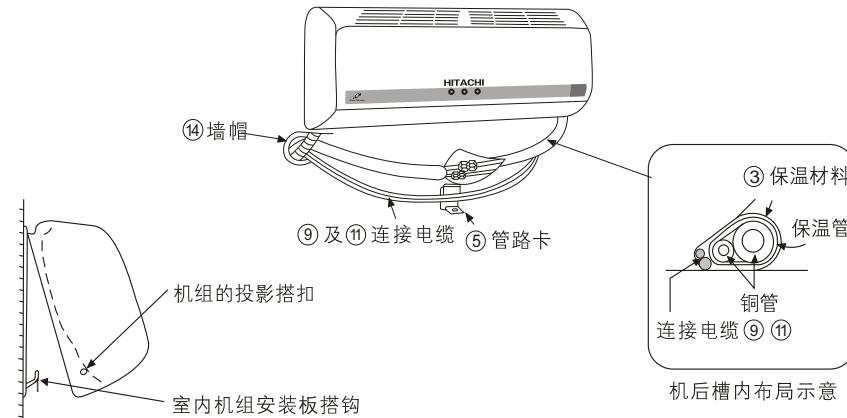

图 11
- (3) 再用附件③保温材料包扎室内机组铜管接口处。
- (4) 将连接电缆穿至机组右下侧。
- (5) 修整电线与铜管以便将它们塞进机组后面，并用附件⑤管路卡卡紧固定。
- (6) 重新把机组的上下的投影搭扣部位牢固地勾在安装板凸出的钩子上。(如图11所示)
- (7) 室内外连接管与电线的排列安装按图11所示。
把机组的下部抬起,按图11所示要求